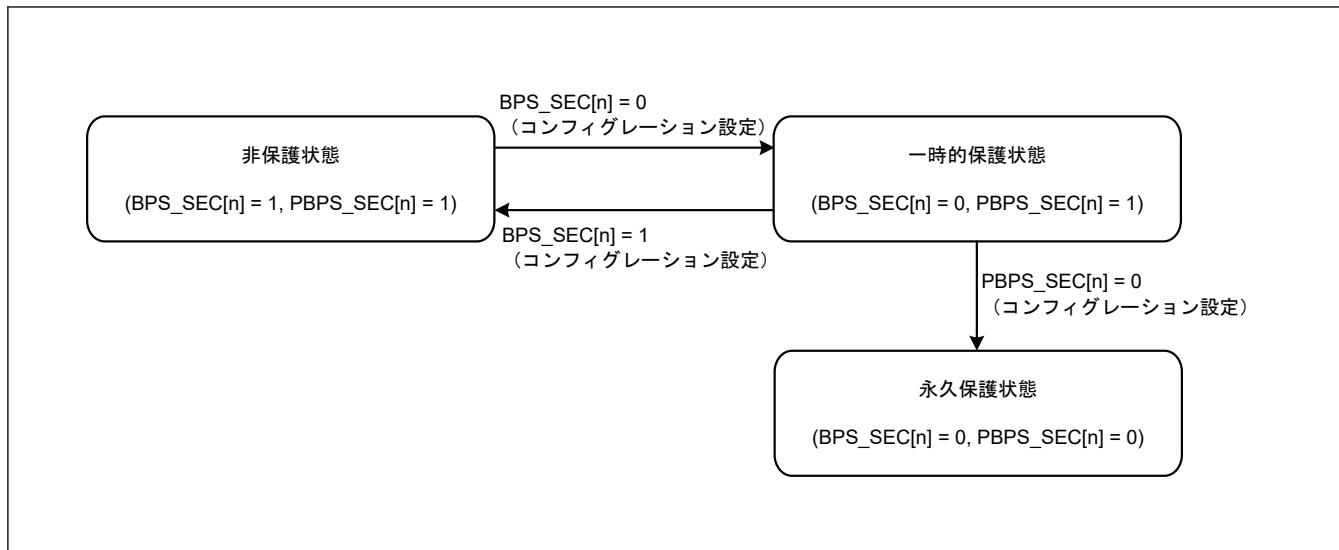

図 40.30 BPS\_SEC[n]ビットおよびPBPS\_SEC[n]ビットによるフラッシュシーケンサの状態遷移
**図 40.29** および 表 40.22 に、ブロック保護設定 (BPS[n]) および永久保護設定 (PBPS[n]) に対する書き込み／クリア保護を示します。**図 40.30** および 表 40.23 に、セキュア用ブロック保護設定 (BPS\_SEC[n]) およびセキュア用永久保護設定 (PBPS\_SEC[n]) に対する書き込み／クリア保護を示します。